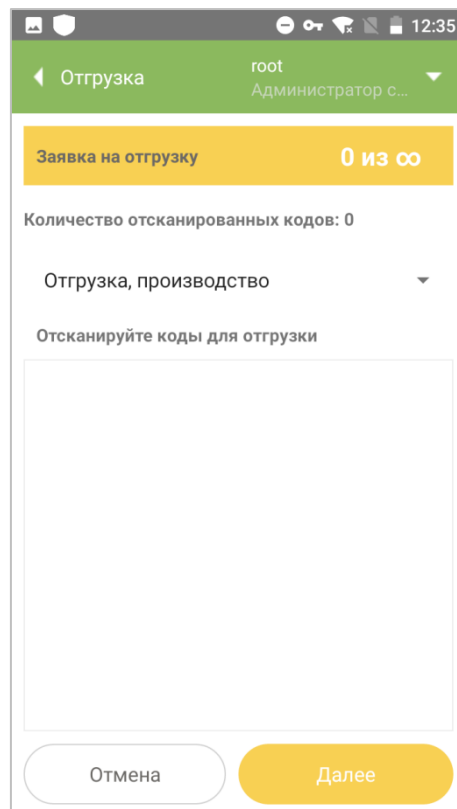

Рисунок 8.2
2. Заполнить поля «Номер накладной» и «Дата накладной» (выбирается из всплывающего календаря). Нажать кнопку «Продолжить». Откроется окно сканирования кодов для отгрузки (Рисунок 8.2).